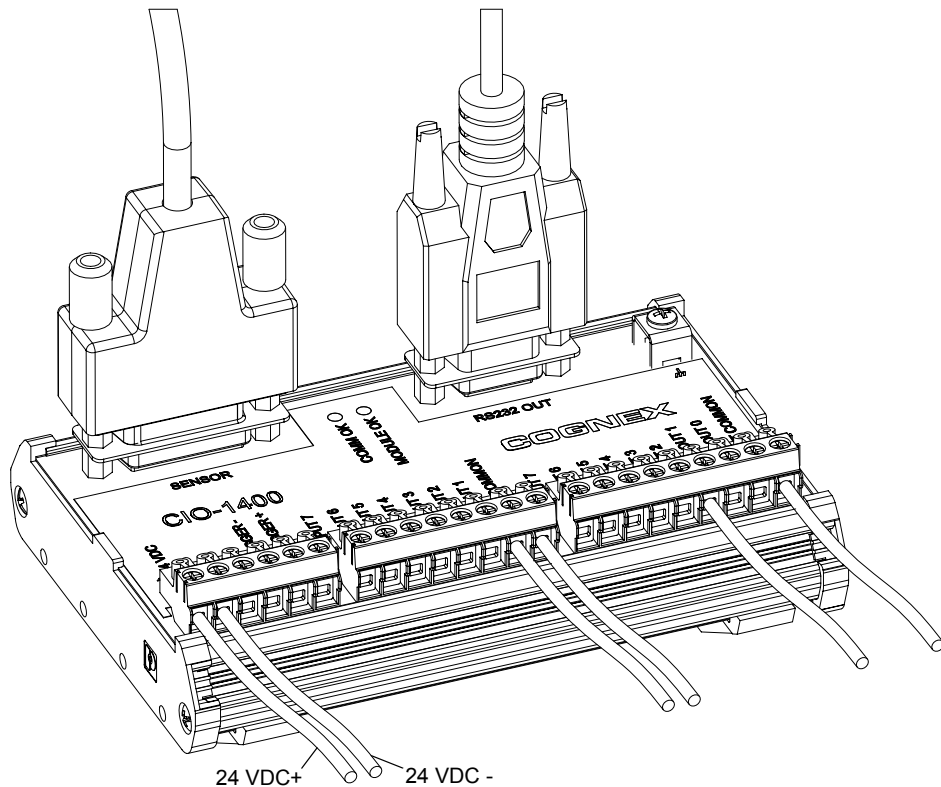

図 2-4: 電源の接続
| 図 2-4: | 電源の接続..... | 7 |
9. 24VDC 電源の 24V 線とグラウンド線を、CIO-1400 の 24 VDC +/- 端子に接続します。(図 2-4)